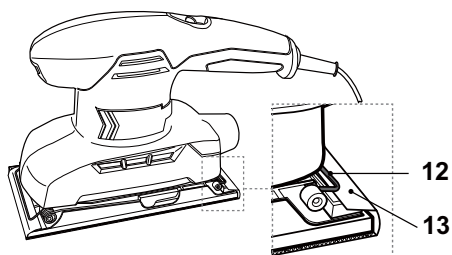

Fig. 7
- > Estire el papel de lijado (13) y fije el otro extremo con la segunda barra de sujeción (12) (Fig. 7).